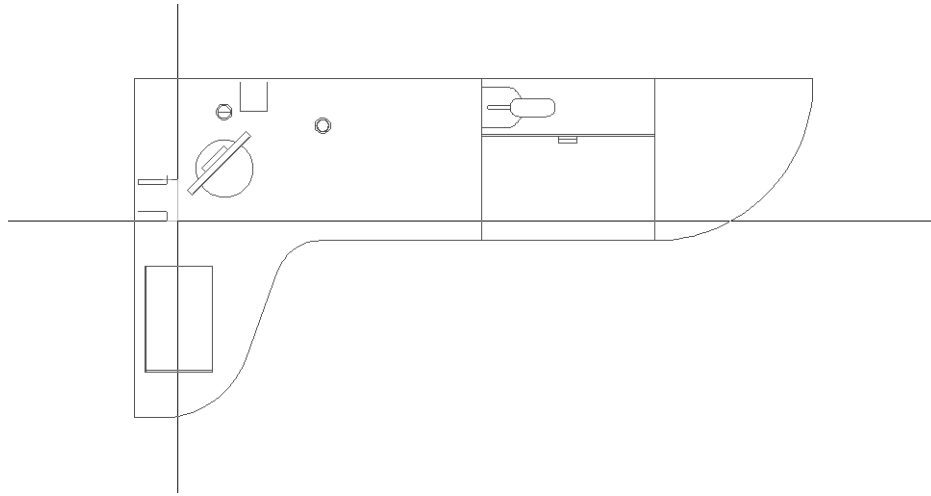

**Рис. 6.40** ▼ Окончательный вид объектов слоя **Высота 758**
- Восстановите предыдущий масштаб просмотра. На этом работа над объектами слоя **Высота 758** завершена (рис. 6.40).